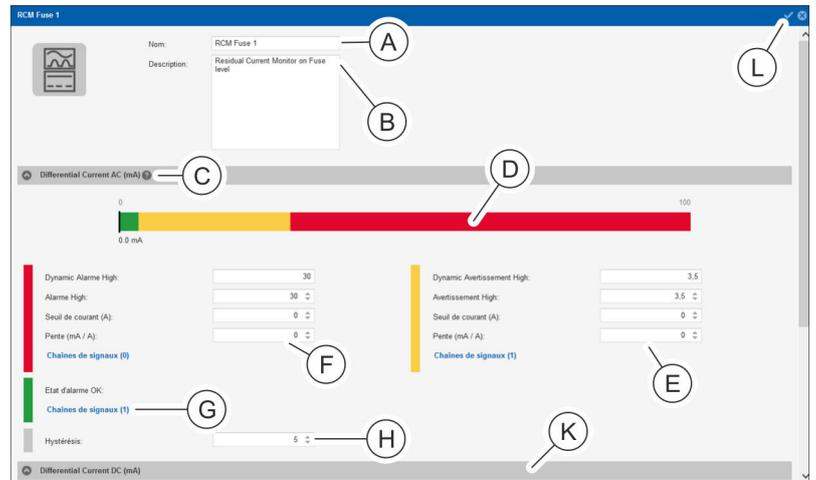

Fig. 130 : Affichage détaillé
4. Dans l'affichage détaillé, modifier si besoin la désignation du dispositif de mesure de courant différentiel (Fig. 130 /A) et, si nécessaire, ajouter une description (Fig. 130 /B).
5. Dans la zone « Differential Current AC (mA) », saisir une valeur pour « Alarme High », « Seuil de courant (A) » et « Pente (mA / A) » (Fig. 130 /E).
8. Saisir une valeur pour « Avertissement High », « Seuil de courant (A) » et « Pente (mA / A) » dans la zone « Differential Current AC (mA) » (Fig. 130 /E) et affecter une chaîne de signaux (de manière similaire aux étapes 5 et 6).
9. Si nécessaire, affecter une chaîne de signaux (de manière similaire aux étapes 5 à 7) au paramètre « État d'alarme OK » dans la zone « Differential Current AC (mA) » (Fig. 130 /G).
10. Saisir une valeur pour « Hystérésis » (en %) dans la zone « Differential Current AC (mA) » (Fig. 130 /H).
11. Répéter les étapes 5 à 10 pour la zone « *Differential Current DC (mA)* » (Fig. 130 /Ⓚ).
Il n'est pas possible de régler « Seuil de courant » et « Pente » avec « Differential Current DC (mA) ». Les valeurs seuils pour la surveillance CC sont affichées en couleur (Fig. 130 /Ⓞ).
12. Appuyer sur le bouton « *Enregistrer* » (Fig. 130 /Ⓛ) pour confirmer la sélection.
Les valeurs « Dynamic Avertissement High » ou « Dynamic Alarme High » sont calculées automatiquement. Le point d'interrogation (Fig. 130 /Ⓢ) permet d'afficher un graphique avec une explication de la valeur seuil RCM dynamique (Fig. 18).